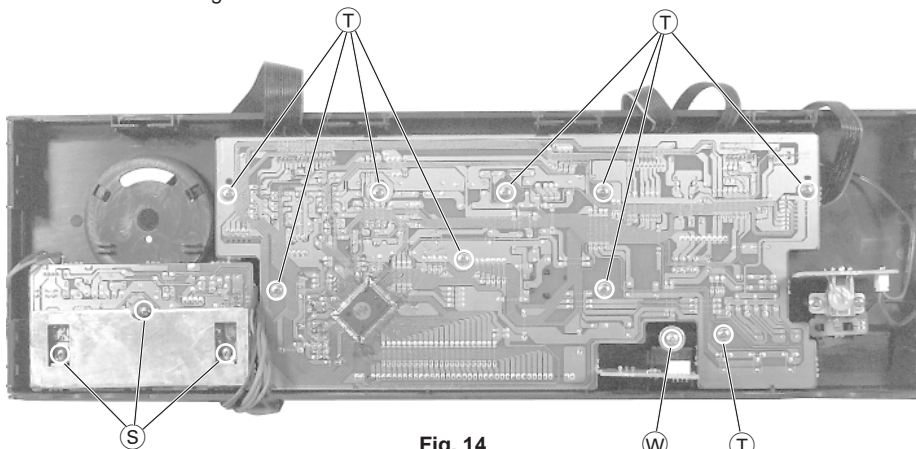

Fig. 14
- 3 Schrauben **S** (Fig. 14) herausdrehen und Klangreglerplatte abnehmen.
- 9 Schrauben **T** (Fig. 14) herausschrauben und Frontplatte abnehmen.
- Schraube **W** (Fig. 14) herausschrauben und Kopfhörerplatte herausnehmen.
- Undo 3 screws **S** (Fig. 14) and remove the Tone Board.
- Undo 9 screws **T** (Fig. 14) and remove the Front Board.
- Undo screw **W** (Fig. 14) and take out the Headphone Board.